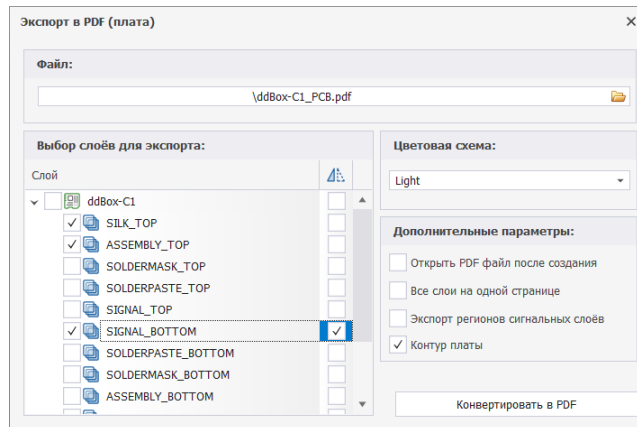

Рис. 84 Выбор директории сохранения для экспортируемых слоёв
- В поле «Файл» укажите директорию для сохранения файла платы, Рис. 84. Нажмите , и в окне проводника укажите место сохранения файла.